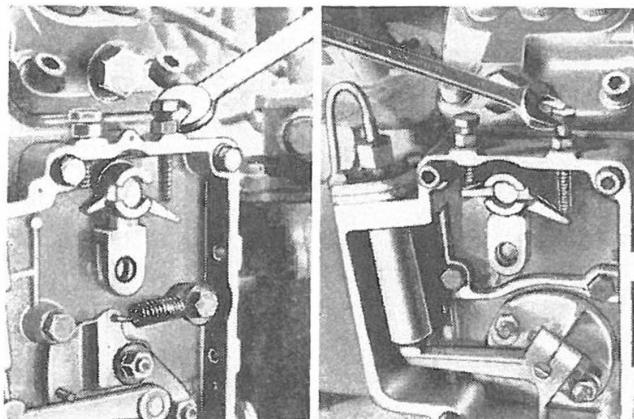

Fig. 108
- Registrare a mezzo della vite di destra sulla scatola il regime massimo a circa 150 giri/1' al di sopra di quello nominale per compensare lo scarto a vuoto del regolatore (Fig. 108).
2. Through right adjusting screw on throttle housing adjust high idle speed at 150 r.p.m. over nominal speed to compensate for governor droop (Fig.108).
- Régler à l'aide de la vis de droite sur le boîtier le régime maximum à 150 t/m environ au dessus du régime nominal pour compenser l'écart à vide du régulateur (fig.108).